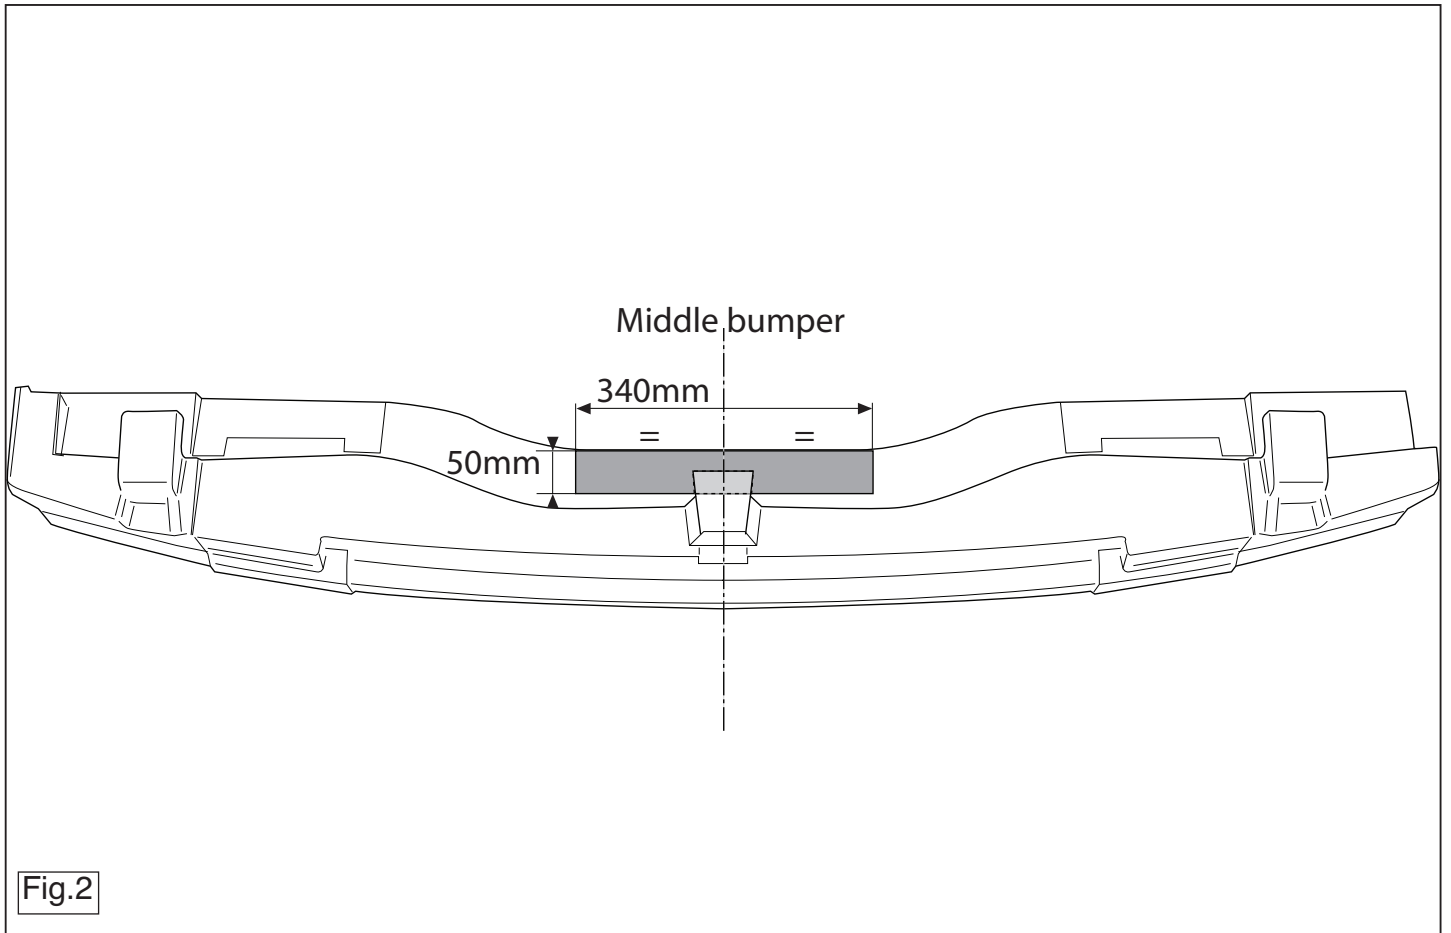

Fig.2
5. Выпилить обозначенную часть, как указано на рис. 2.